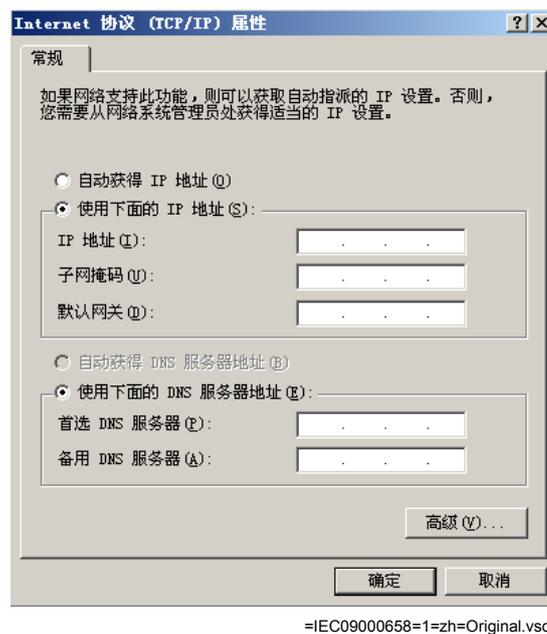

图 7: 选择: 使用下面的 IP 地址
5. 选择 **使用如下 IP 地址** 且定义 *IP 地址* 和 *子网掩码* 如果使用前端口, 并且如果 *IP 地址* 并没有设为自动获取, 见 图 7. IP 地址不能和 IED 的 IP 地址一样。